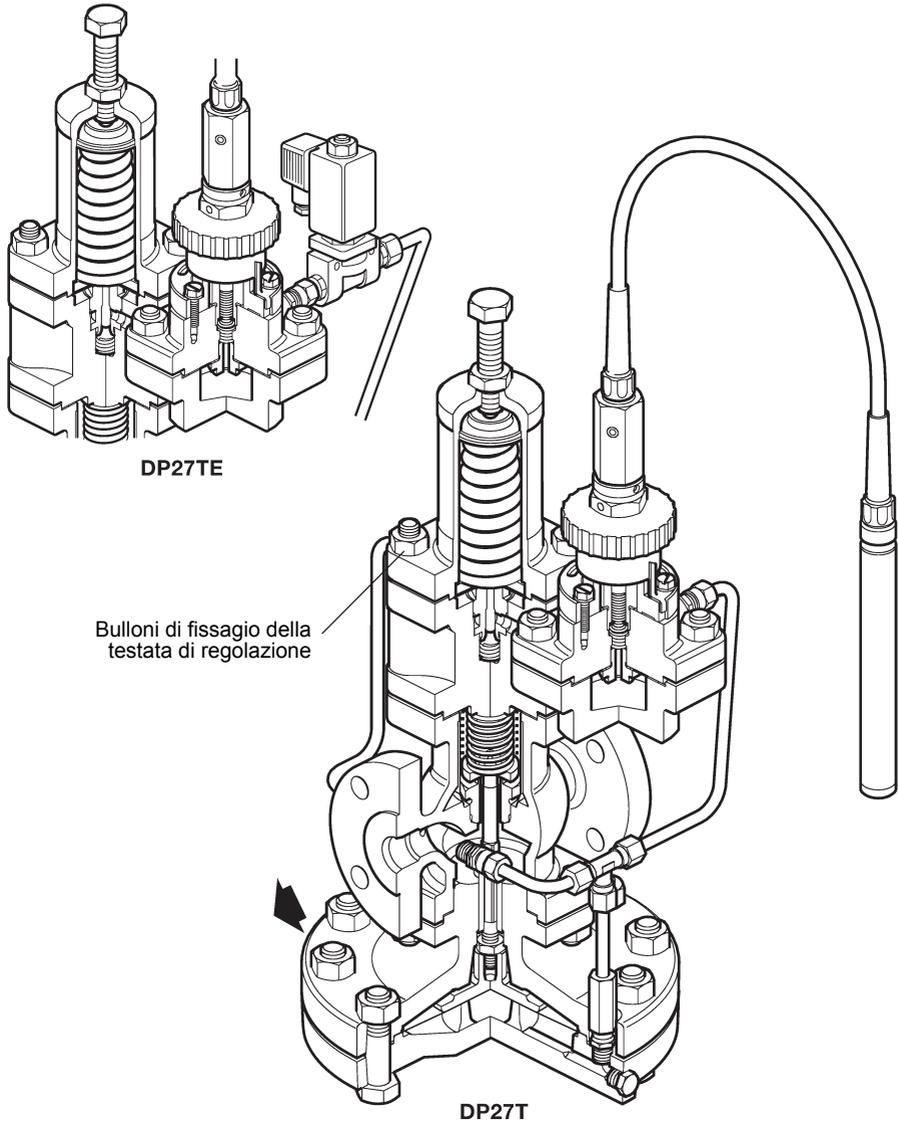

Fig. 1
3.1 Assetto di fornitura (Fig.1)